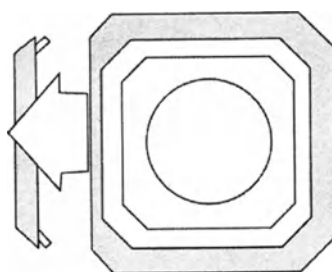

Рис. 14
- D. Снимите декоративную насадку с Подъемного механизма, как показано ниже на Рис. 14.